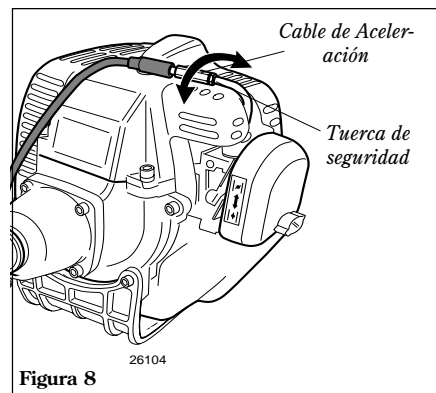

Figura 8
1. Afloje las tuercas trabadoras del cable de aceleración y ajuste hacia adentro o hacia afuera para lograr una holgura propia de 3/16-1/4 pulg (4.6 mm). Consulte la figura 8.